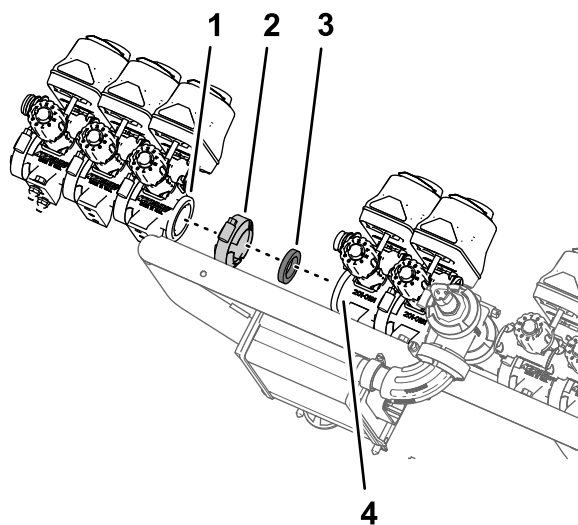

Figura 103
1. Monte las tres válvulas de sección (Figura 103) que retiró en el paso 8 de Retirada de las válvulas de sección del soporte del distribuidor (página 32) sobre la brida de la válvula 7 del conjunto de válvulas de fumigación con la brida de fijación y la junta que retiró en el paso 4 de 13 Retirada de las válvulas de sección de los brazos (página 29).